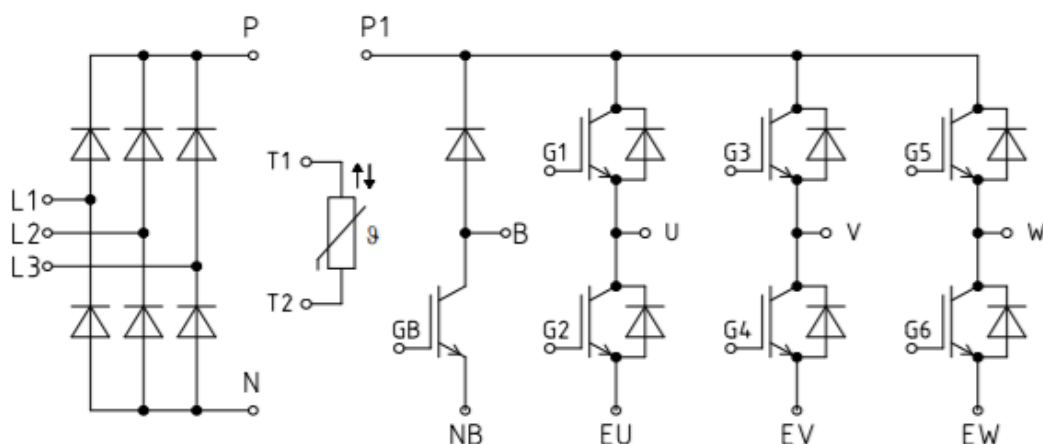

Рис. 4.4. Принципиальная схема матрицы IGBT FP25R12W2T4 (FP35R12W2T4)
4.6.3. Электрическая принципиальная схема матриц FP25R12W2T4 и FP35R12W2T4 приведена на рис.4.4.